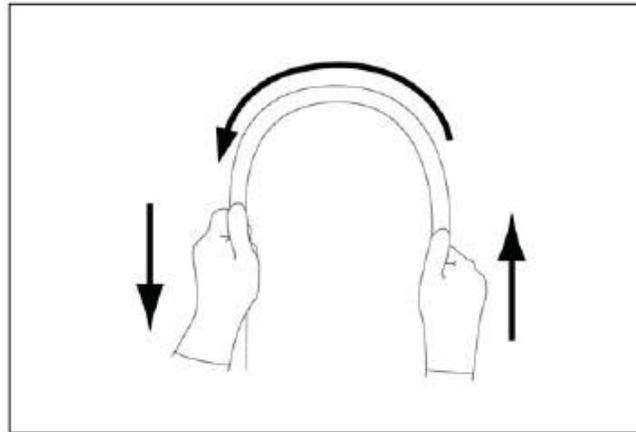

Fig. 3.5
6. À l'aide des deux mains, pliez le tube d'insertion de l'endoscope en demi-cercle. Ensuite, en déplaçant vos mains comme indiqué par les flèches, confirmez que l'ensemble du tube d'insertion peut être plié en douceur pour former un demi-cercle et que le tube d'insertion est suffisamment souple (figure 3.5).